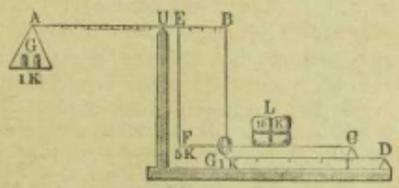

Fig. 2.
8. Die Dezimalwaage (Fig. 2) ist eine Verbindung von 2 einarmigen Hebeln (FC u. GD) und 1 ungleicharmigen (AB), welche so miteinander verbunden sind, daß an dem ungleicharmigen Hebel Kraft (Gewicht G) und Last (L) wirken. Der Gewichtarm (AU) des ungleicharmigen Hebels (AE) ist 10mal so lang als der Lastarm (UE). (Welcher Vorteil ergibt sich daraus beim Wägen einer Last? Wie schwer ist z. B. die Last, wenn auf der Gewichtsschale (FC) 3,75 kg liegen müssen, um das Gleichgewicht herzustellen?)